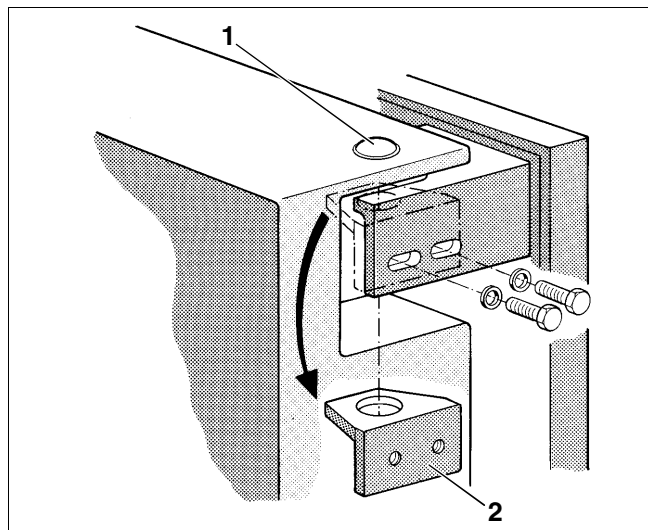

Fig. 7 Montaj ușă cazan
- Deșurubați câte 2 șuruburi de la balama de jos și de sus (Fig. 7).
- Reduceți (Fig. 7, **Poz. 2**) unghiul reazământului spre interior în jos.
- Introduceți lagărul sus și jos pe partea opusă cu găurile pe bolțurile balamalei (Fig. 7, **Poz. 1**) și înșurubați ușa cu câte 2 șuruburi hexagonal.